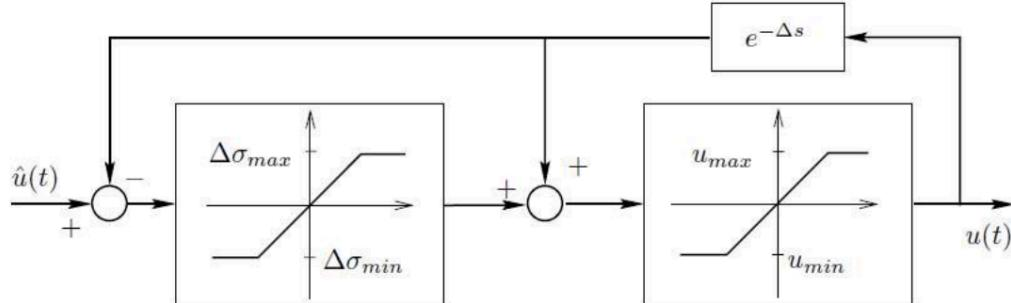
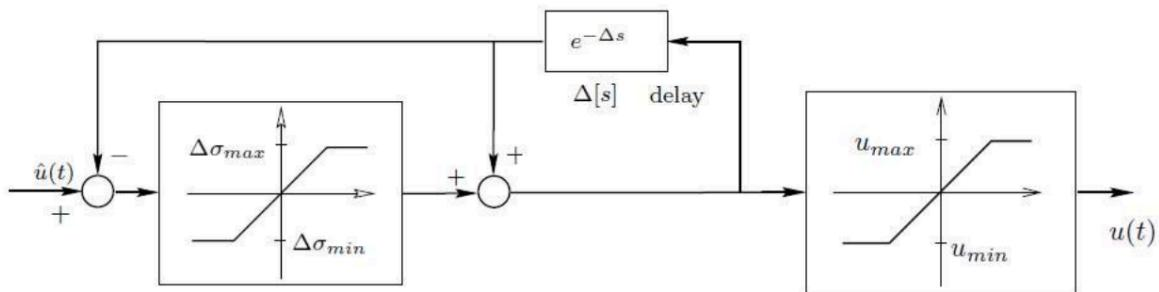

图 1
图 2
- 在研究带有约束的执行机构时, 可以使用图 1 中的环节来描述同时具有幅值和转换速率约束的执行机构。这个图和图 2 中的环节是否有区别? 能否用图 2 中的环节来描述同时具有幅值和转换速率约束的执行机构?
不妨将转换速率约束函数、幅值约束函数分别记为 f_1, f_2 , 容易给出图1中:
类似可以给出图2中:
第一个表达式基于实际的过去控制信号进行调整，考虑了实际执行过程中的累积效果，而第二个表达式则基于理想控制信号的历史值进行调整，不直接考虑实际执行过程中可能产生的偏差，因此使用图1描述同时具有幅值和转换速率约束的执行机构更合理。